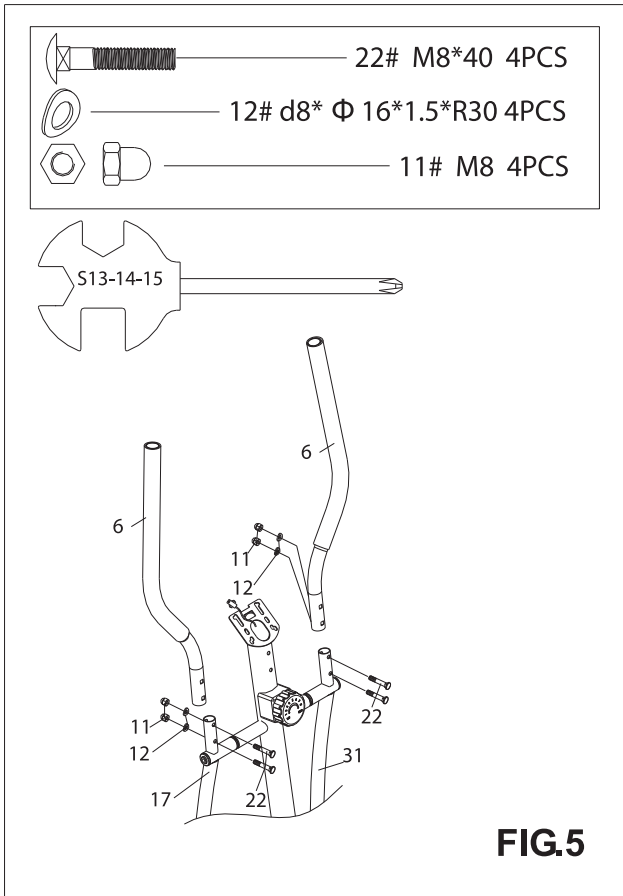

Fig. 5: Fix the Handlebars (6L/R) to the Lower Handle Bars (17/31) with Carriage Bolts (22), Arc Washers (12), and Cap Nuts (11)
Fig. 5: Fixer les parties latérales du guidon (6L/R) aux guidons inférieurs (17/31) avec des boulons de carrosserie (22), des rondelles en arc (12) et des écrous borgnes (11).